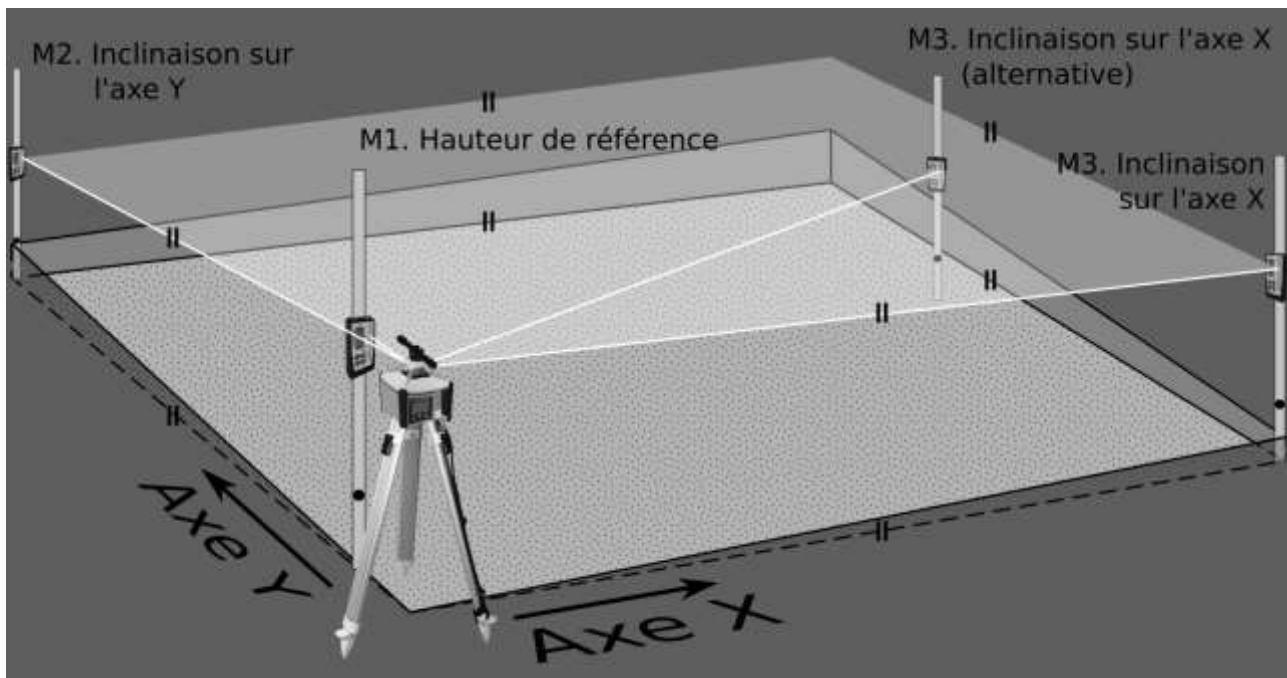

Figure 1: Installation de l'ALIGN à l'horizontale
Le chapitre 4 décrit tout d'abord comment placer la tête du trépied parfaitement à l'horizontale et aligner le laser sur la première cible M2 (Figure 1) dans l'axe Y. La lunette de visée (option) doit être utilisée lorsque les valeurs d'inclinaison déterminées doivent être les plus précises possibles.
Placer ensuite la mire laser graduée avec le récepteur le plus près possible du laser (Figure 1 : hauteur de référence M1) et démarrer les deux appareils comme décrit aux chapitres 1 et 13.2, puis placer le centre du récepteur à la hauteur du rayon laser.
14.1.2.1 Inclinaison sur l'axe Y (Figure 1)
14.1.2.2 Inclinaison sur l'axe Y et X (Figure 1)